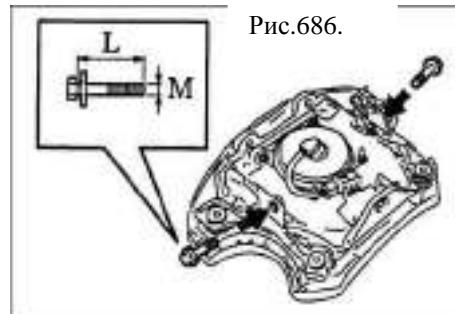

Рис.686.
(3) Закрепите модуль на колесе (рис.686).